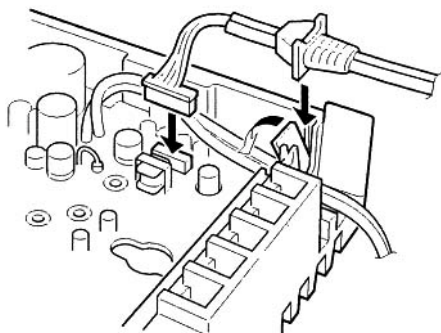

Рис. 2
- (3) Вставьте разъем как показано ниже. (рис.2)